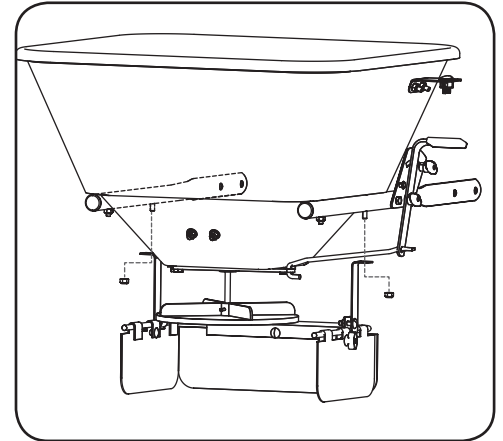

Figure 1-13
2. Installez le déflecteur de sorte que l'ouverture du déflecteur soit vers l'arrière. Fixez le déflecteur à l'avant de la trémie, sur les boulons des tubes du châssis, avec les écrous retirés à l'étape précédente. Voir Figure 1-13.